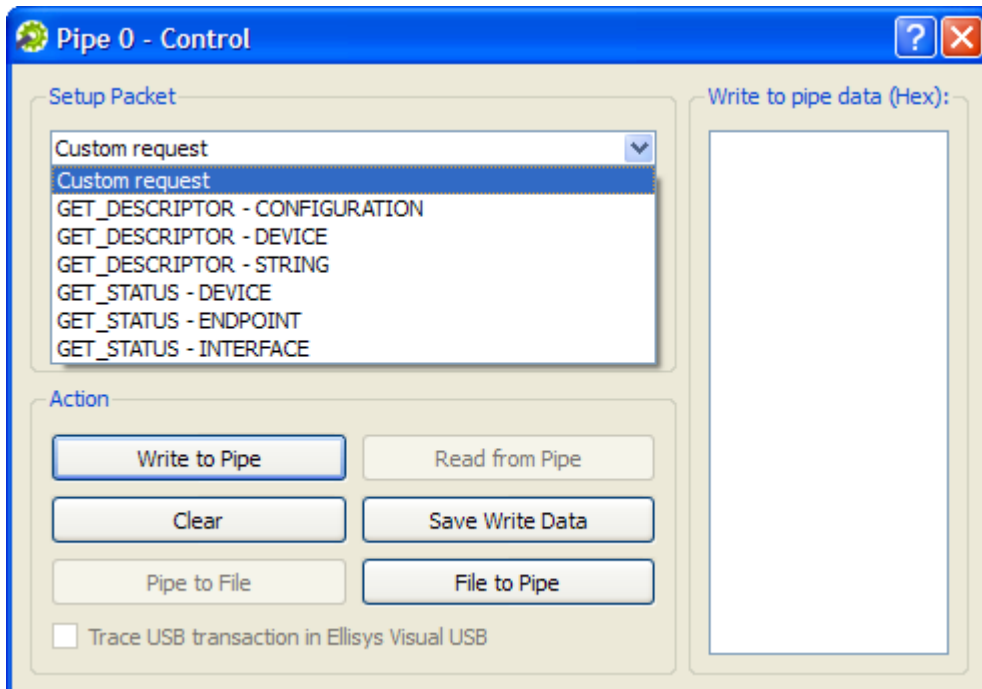

図 9.4: 要求一覧
- 標準 USB 要求の場合: **GET_DESCRIPTOR CONFIGURATION**、**GET_DESCRIPTOR DEVICE**、**GET_STATUS DEVICE** などの要求一覧から USB 要求を選択します (図 9.4 を参照してください)。選択するとダイアログ ボックスの右側に各要求の説明が表示されます。